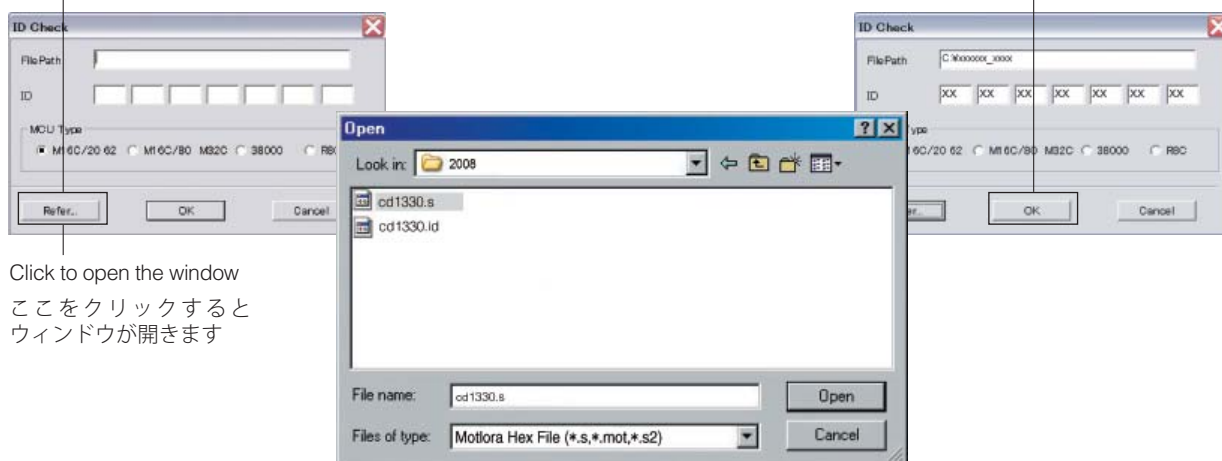

Fig. 6
5. Click [Refer...]. And select the firmware name. (Fig. 6)
\* The ID code and MCU type are loaded automatically when the file is selected. (Fig. 6)
Click [OK]. (Fig. 6)
5. [Refer...] をクリックし、書き込むファームウェアを選択します。(Fig. 6)
※ ID、および MCU Type は書き込みファイル選択時、自動的に取り込まれます。(Fig. 6)
[OK] をクリックします。(Fig. 6)